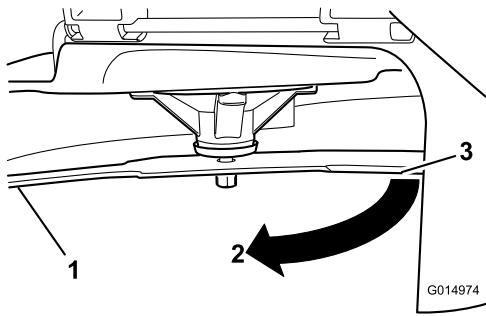

Figure 83
- 3. Mesurez la distance entre la lame et la surface (A)
- Tournez la même lame de 180 degrés pour amener le tranchant opposé à la même position (Figure 83).